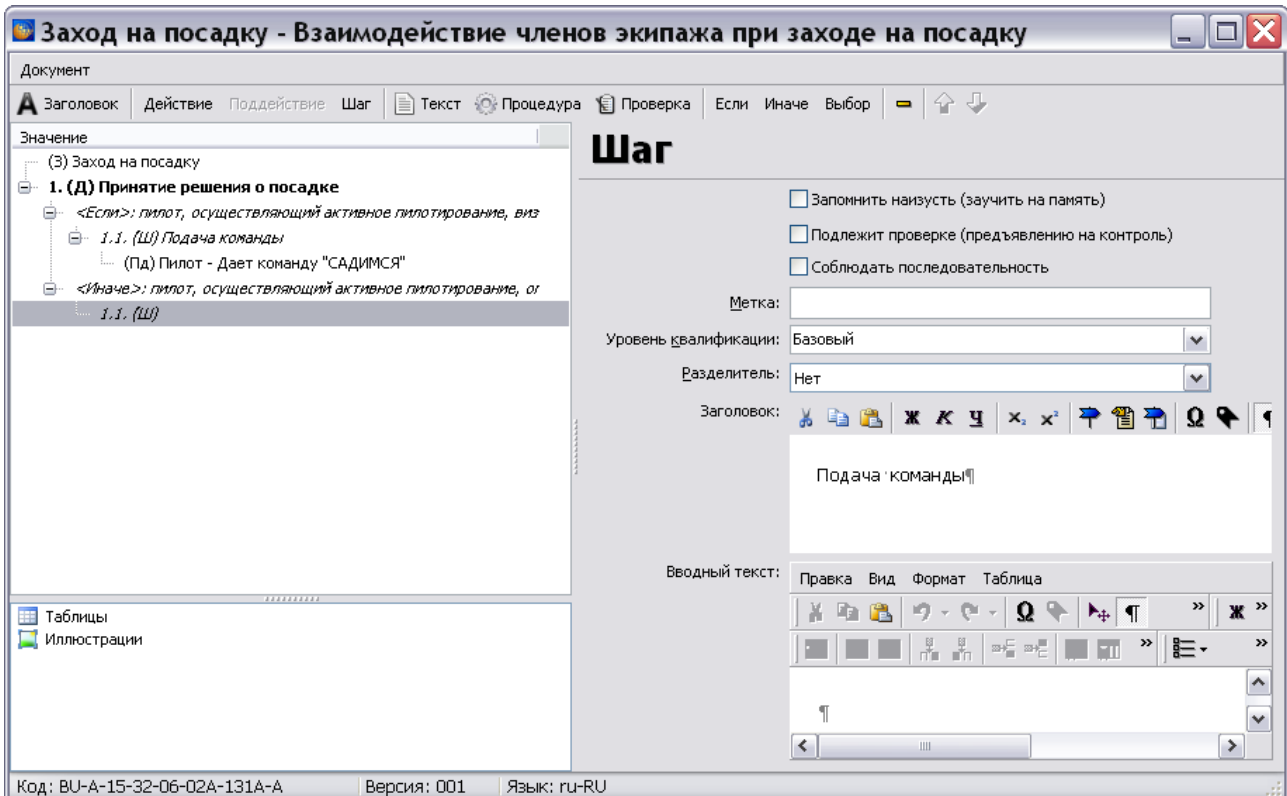

Рис. 13.26
21. В левом окне редактора выделите созданное условие и нажмите на кнопку **Добавить шаг** . В дереве значений появится номер шага, в правом окне редактора – параметры для описания шага. Введите параметры шага, как было описано ранее в этом примере (Рис. 13.26).